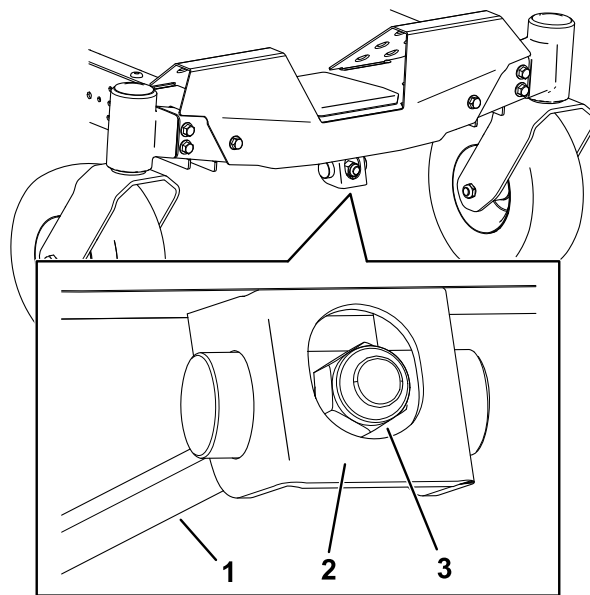

Figura 71
1. Gire la tuerca de ajuste en la parte delantera del cortacésped (**Figura 71**).